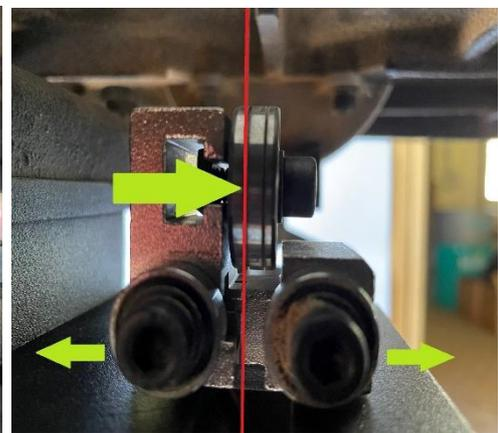

Figure 7
- Die beiden seitlichen Führungslager des Sägebandes auseinanderziehen (Fig7)
UNTEN wird das Laubsägeband in der LINKEN Nute der Führungsrolle geführt. (Fig 7)